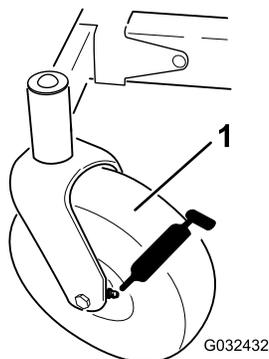
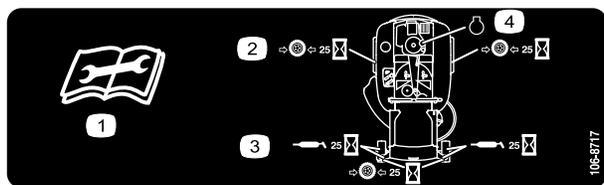

Figura 30
Figura 31
3. Limpie con un trapo los puntos de engrase (Figura 30 y Figura 31).
4. Conecte una pistola de engrasar a cada punto de engrase (Figura 30 y Figura 31).